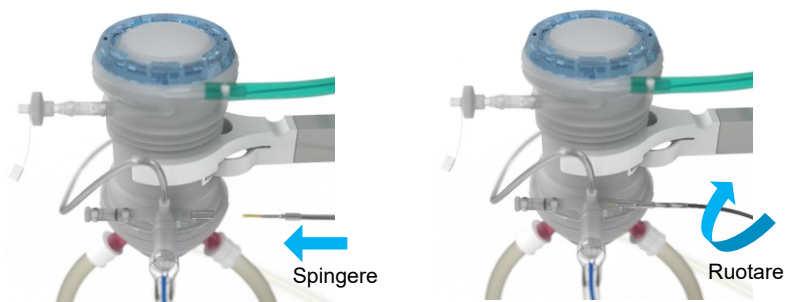

Figura 15 Collegamento del sensore di temperatura all'ossigenatore
- Collegare il sensore T1 HA rosso all'uscita dell'ossigenatore HA e il sensore T1 PV rosso all'uscita dell'ossigenatore PV (Figura 15).